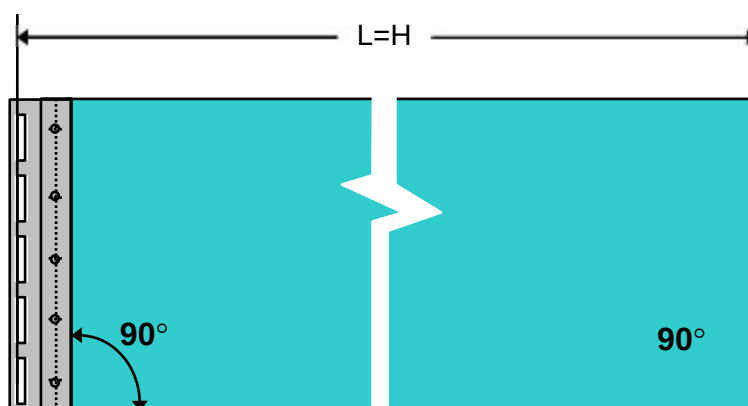

рис.6
2.5 При помощи рулетки от верхнего края установочных отверстий откладывается расстояние L равное высоте дверного проема H , измеренное в п. 2.1 рис.6.